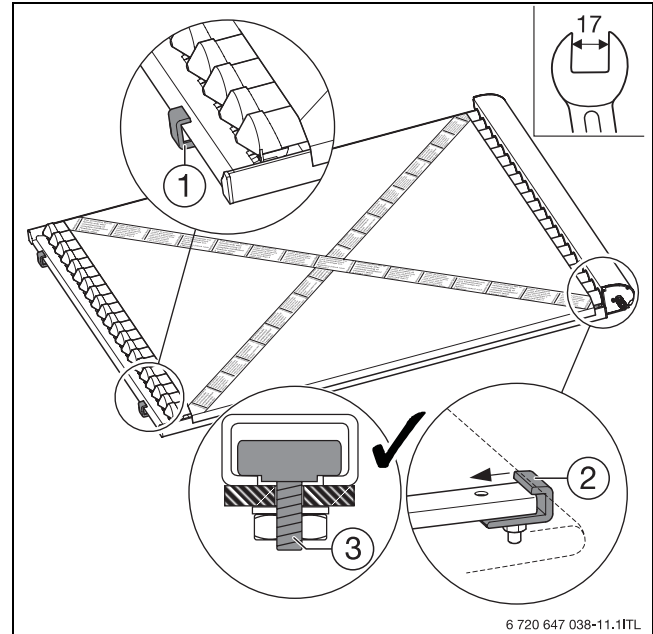

Bild 18 Kollektor befestigen
- ▶ Haltekralen oben wie beim ersten Kollektor verschrauben (→ Bild 18).